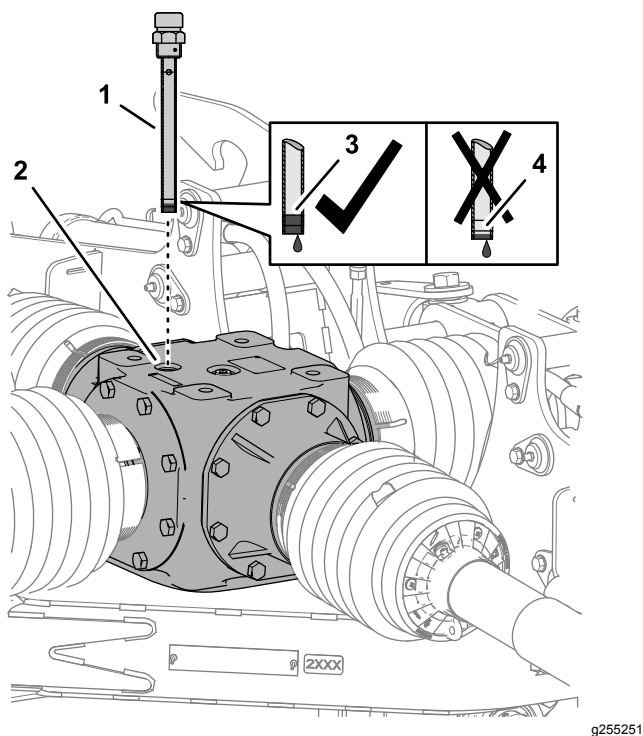
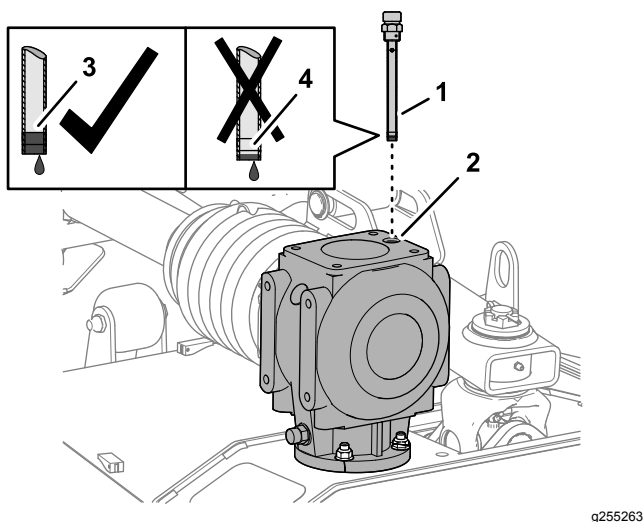

Figura 51
Figura 52
1. Togliete l'asta di livello dal relativo foro nella parte superiore della scatola ingranaggi centrale (Figura 51 o Figura 52).
2. Controllate il livello di fluido indicato sull'asta di livello (Figura 51 o Figura 52).
4. Avvitare l'asta di livello nel foro di riempimento e serrare l'asta di livello (Figura 51 o Figura 52).